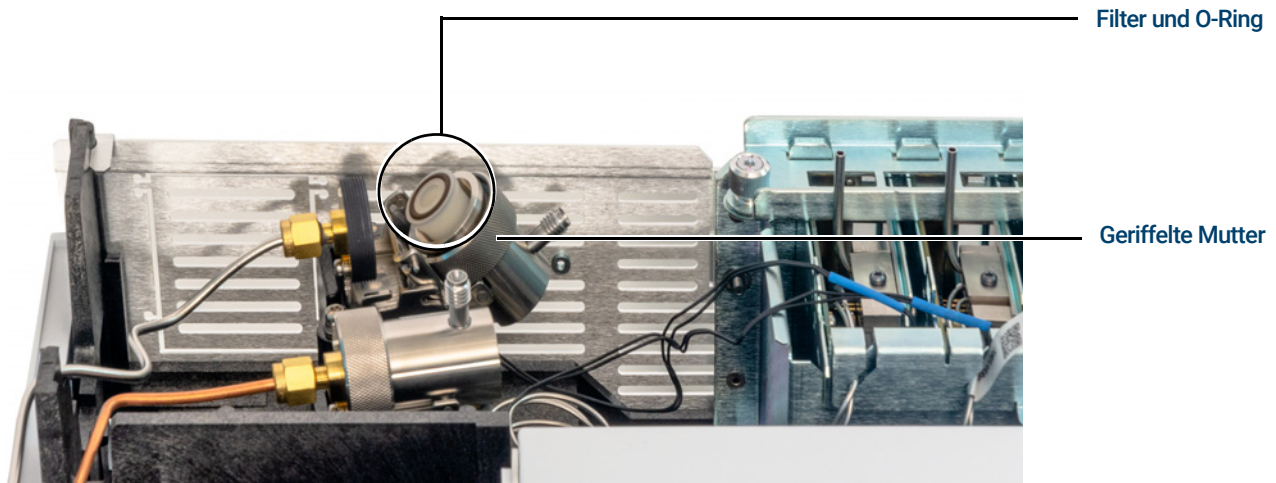

Abbildung 39. Schieben Sie die Ventileinheit, um den Filter freizulegen
- 5 Schieben Sie die Ventileinheit von der geführten Befestigungskomponente zurück und kippen Sie sie nach oben, um den Filter wie in **Abbildung 39** dargestellt freizulegen.